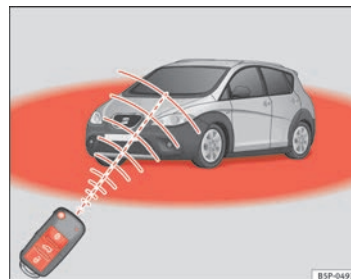

Abb. 64 Wirkungs-
- Die Funk-Fernbedienung funktioniert nur, wenn Sie sich im Wirkungsbereich befinden ⇒ Seite 103, Abb. 64 (roter Bereich).